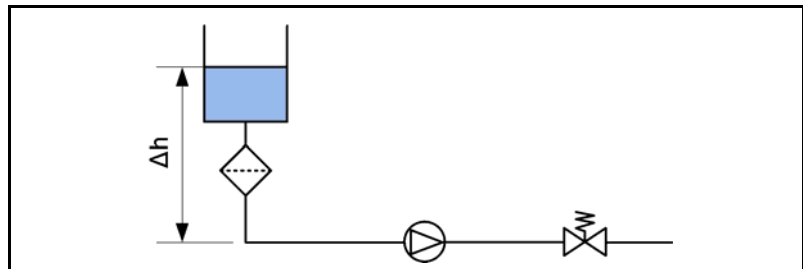

Fig. 56: Estructura de la comprobación de presión
1. Montar el sistema según la Fig. 56